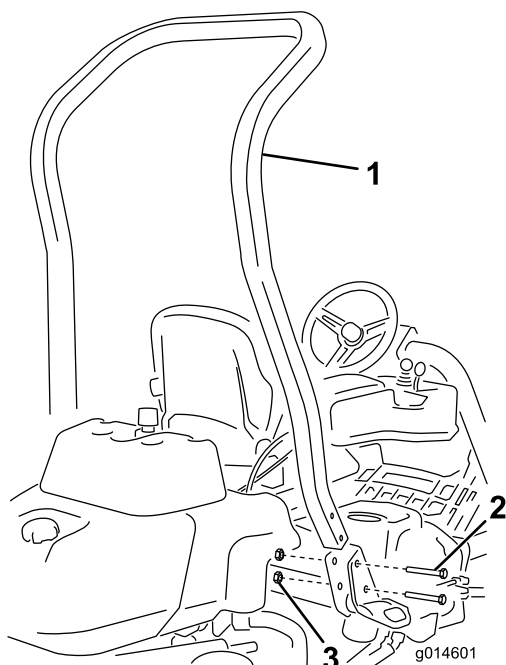

Figure 3
3. Montez l'arceau de sécurité dans les logements prévus de chaque côté de la machine au moyen de 4 boulons (1/2 x 3-3/4") et 4 écrous à embase (1/2") (Figure 3)